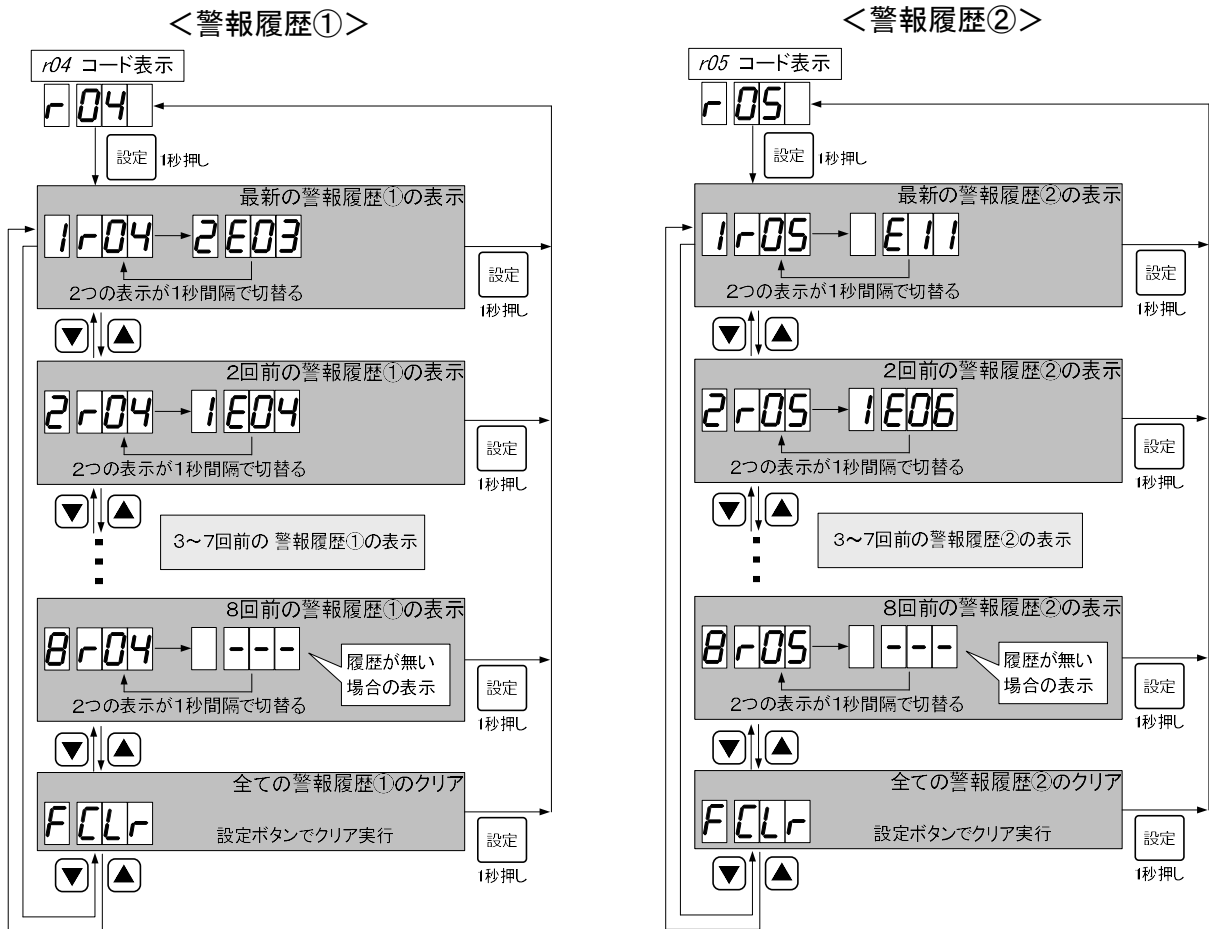

図 29 警報履歴①と②の表示例
- ・ 警報履歴①は、コード *r04* で、確認することができます。
- ・ 図 29 に、表示例を示します。
- ・ 警報履歴②は、コード *r05* で、確認することができます。
- ・ 保存される警報は、警報履歴①以外(※)です。警報の内容、及びコード表示については、「**8** 故障の原因と対策」を参照ください。